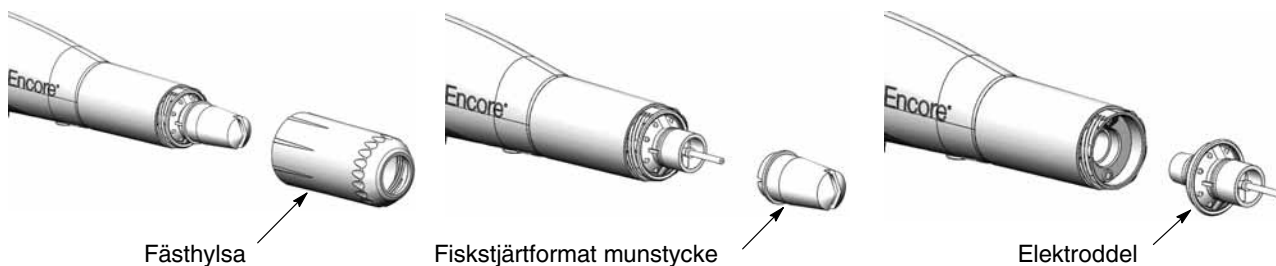

Bild 4-7 Byte av fiskstjärttformat spraymunstycke
2. Se bild 4-7. Skruva moturs av munstycksmuttern.